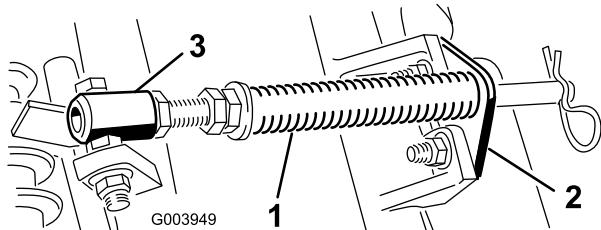

**Figura 3**
- Il contrappeso (Figura 3) deve essere montato dal lato giusto dell'elemento di taglio, come descritto nel Manuale dell'operatore degli elementi di taglio.